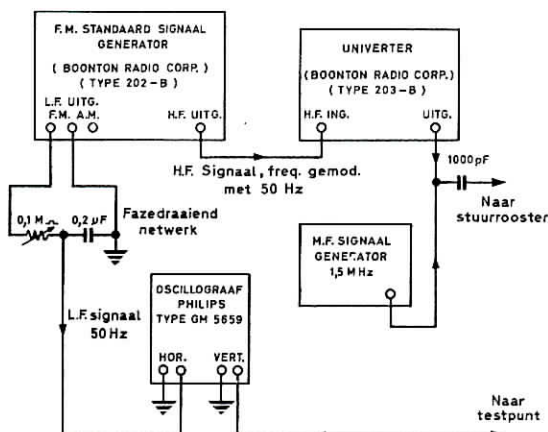

fig. 5
6. Sluit de oscillograaf aan op testpunt 20. Verbind de L.F.-uitgang van de F.M.-standaard-sig-naalgenerator via een fazedraaiend netwerk met de horizontale versterker van de oscillograaf. Zie voor deze meetopstelling fig. 5.